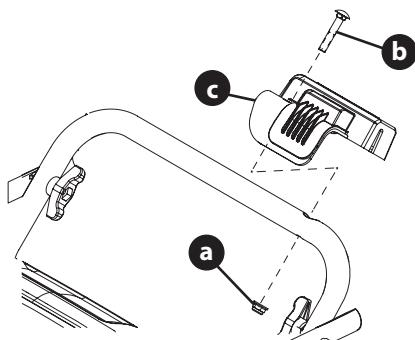

Figure 3
- Retirez l'érou (a) et le boulon de (b) la poignée inférieure (Figure 3).